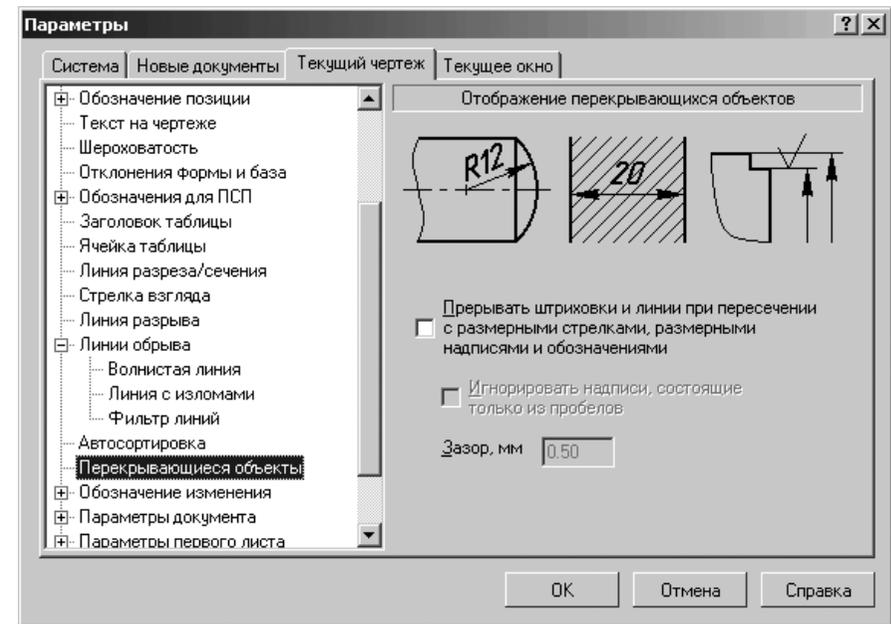

Рис. 10.75. Диалоговое окно **Параметры** с открытой вкладкой **Новые документы (Текущий чертеж)** и панелью **Отображение перекрывающихся объектов**
- щелкните в списке настраиваемых элементов  **Графический документ** по пункту **Перекрывающиеся объекты**. В правой части появится панель **Отображение перекрывающихся объектов**, показанная на рис. 10.75;